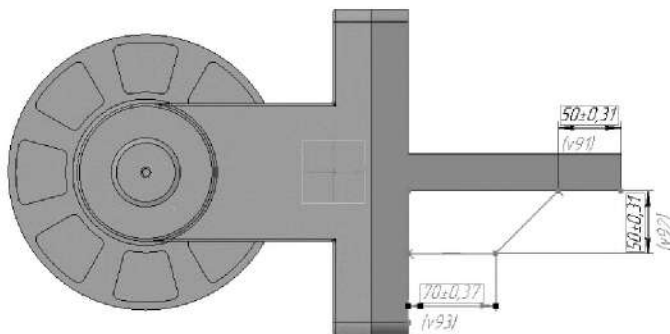

Рисунок 3.55. Проставление размеров ребра жесткости
3.3.5 Для окончательного определения эскиза проставьте три линейных размера (рисунок 3.55).